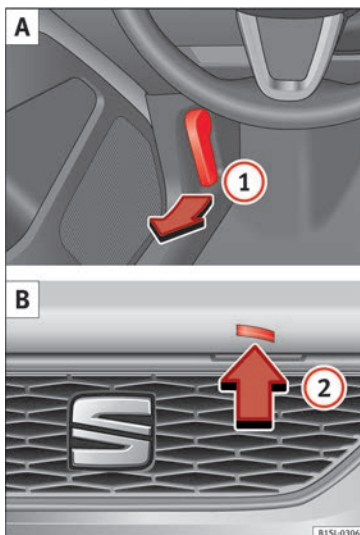

Bild 8 A: Frigör spaken i fotutrymmet på förarsidan B: Frigör spaken på motorhuv
- Dra frigöringsspaken ① i pilens riktning » » bild 8 A. Motorhuvens lås öppnas genom